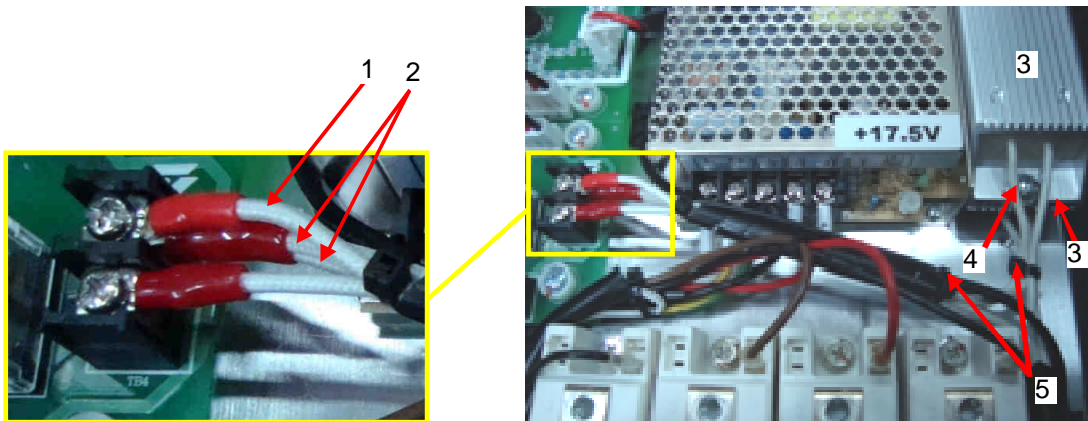

Рис. 7.9.
7.5.3. На оставшиеся провода 1 резисторов предзаряда 3 установить кольцевые наконечники и обжать, причем провода 2 резисторов предзаряда, расположенных рядом с блоком питания + 17,5 В предварительно объединить. Закрепить провода с кольцевыми наконечниками на клеммной колодке ТВ4 (рис. 7.9).
7.5.4. Установить резисторы предзаряда (3 шт.) на радиатор и корпус, закрепив двумя винтами 4 (рис. 7.9, 7.10). Провода от резистора предзаряда закрепить стяжками 5.